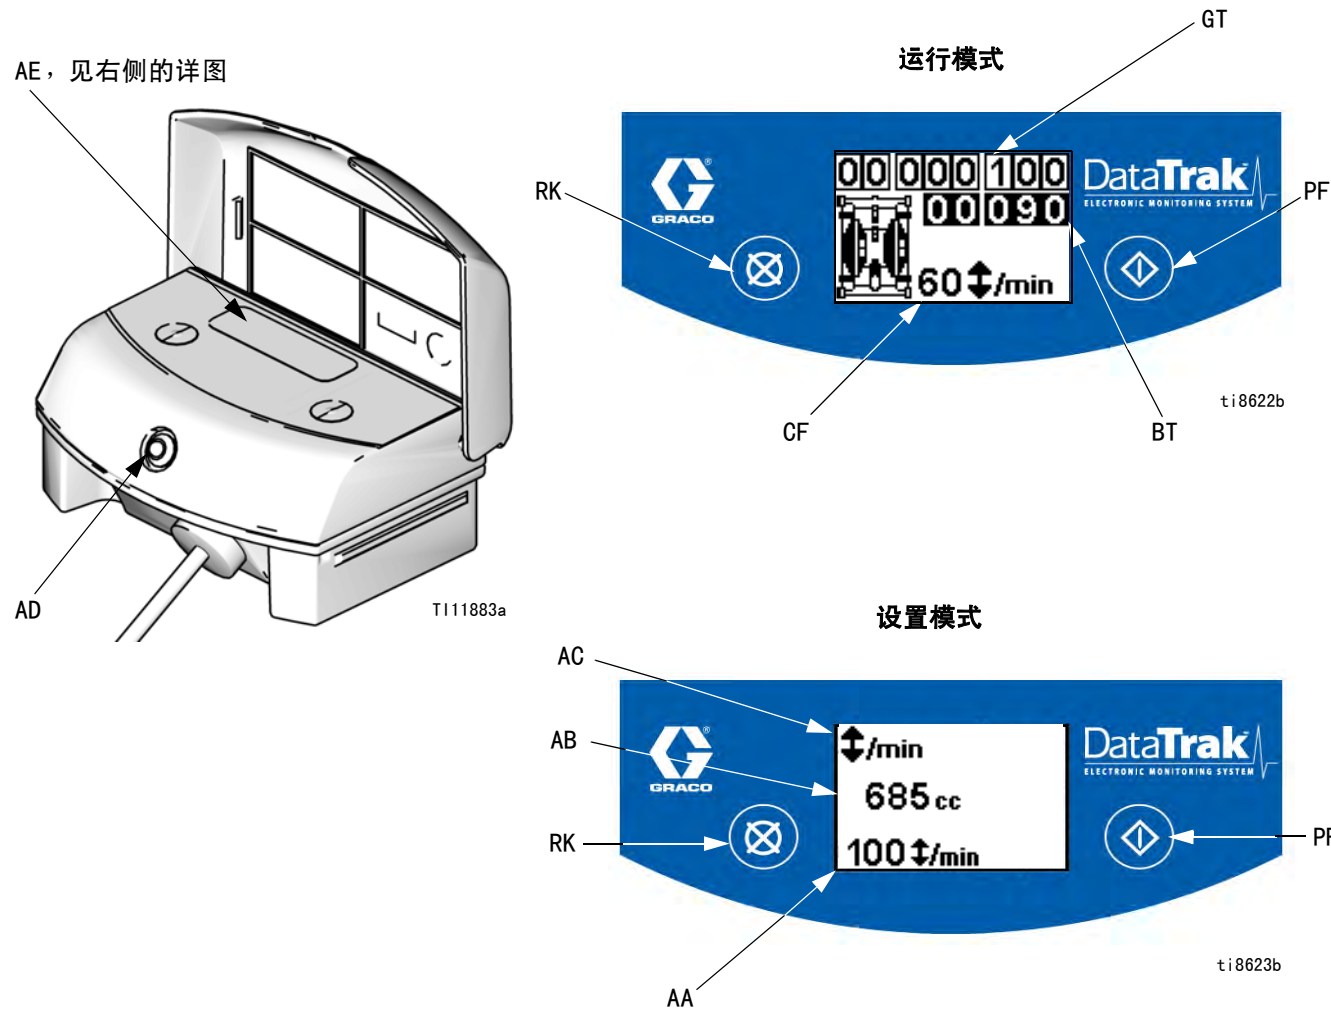

图 1。DataTrak 控制器和指示灯
1. 见图 1。按下并按住  5 秒钟直到显示设置菜单。
注释：若需禁用防空打监控功能，转至设置模式并将防空打值设为 0（零）。见图 1。
1. 见图 1。若需进入填料 / 冲洗模式，按下任何一个键以恢复显示，然后按下 。显示窗内出现填料 / 冲洗标志，LED 指示
见图 1。在运行模式下不活动 1 分钟后，或在设置模式下 3 分钟后，显示窗（AE）将关闭。按下任何一个键可恢复显示。
DataTrak 可诊断出泵的一些故障。当监控器探测出故障时，LED 指示灯（AD，图 1）将闪烁，而且显示窗上将显示一个诊断代码。参见图 1，第 10 页。